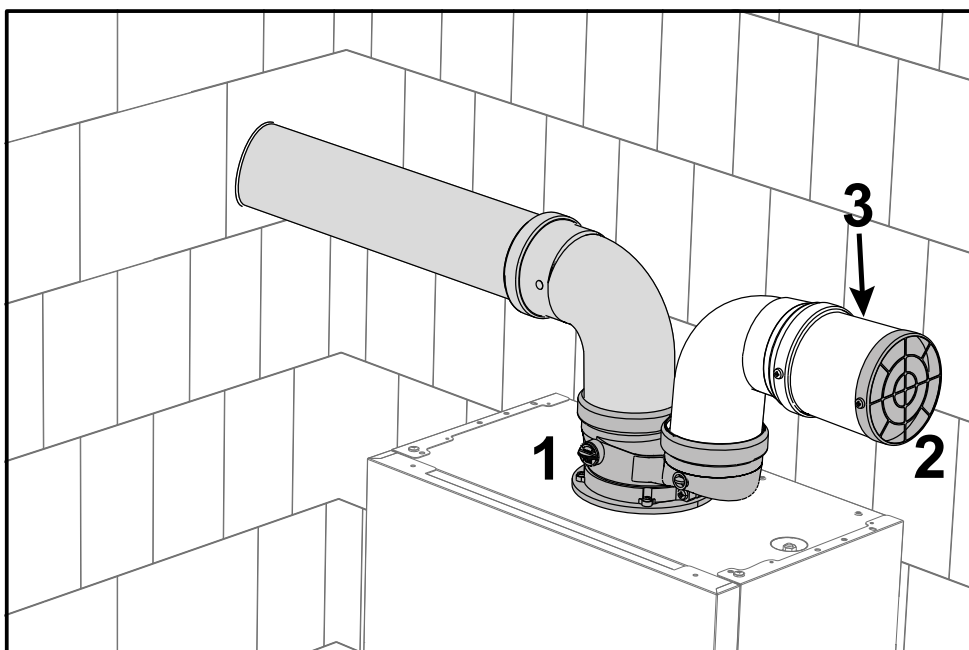

Abb. 37- Schutzgitter
Das Ausgangszubehör (Pos. 1 abb. 37 - Art.Nr. **041082X0**) installieren. Im Ansaugrohr muss das Schutzgitter (Pos. 2 - abb. 37 - Art.Nr. **1KWMA85A**) montiert werden. Falls notwendig, zwischen Gitter und Zubehör einen Stutzen (3) einfügen.